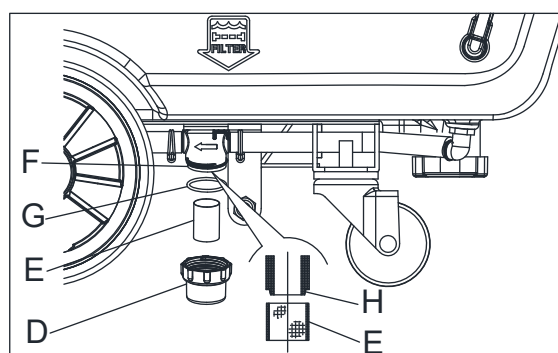

Figura 16
- Assegure-se que a máquina está desligada e que a chave de ignição (35) foi retirada.
- Retire a tampa transparente (D, Figura 16) e retire o coador do filtro (E). Limpe e instale-os no suporte (F).